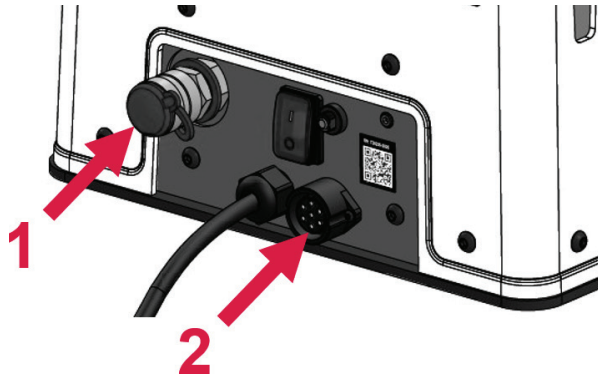

Fig. 5: Raccords de la pompe électrohydraulique AHP-C
- Pour utiliser des outils dont la commande s'effectue via l'outil raccordé, raccordez le kit de flexibles de raccordement à la prise à 7 broches et au raccord hydraulique (Fig. 5) de la pompe électrohydraulique.
- Raccordez la pédale de commande à l'aide de l'adaptateur directement à la pompe électrohydraulique (Fig. 5, pos. 2) et raccordez la conduite hydraulique au raccord rapide (Fig. 5, pos. 1).